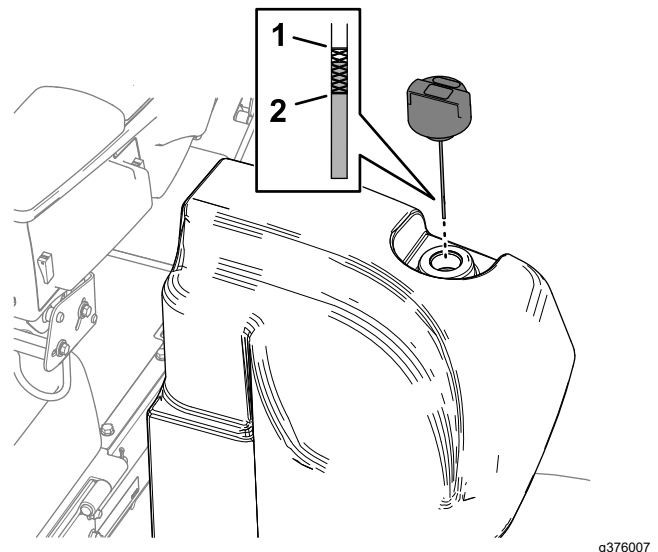

Figure 100
2. Nettoyez la surface autour du goulot et du bouchon de remplissage du réservoir hydraulique (Figure 100).